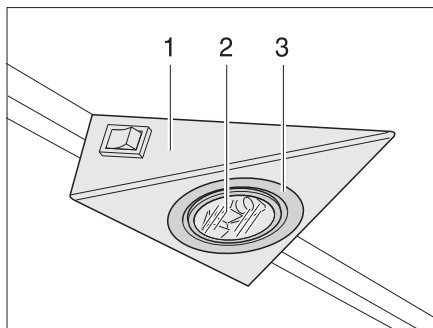

Fig. 179 Lampe halogène encastrée
La lampe halogène est encastrée dans un boîtier (Fig. 179,1).
- Desserrer la bague de recouvrement intérieure (Fig. 179,3) du boîtier avec un tournevis.
- Retirer l'ampoule halogène (Fig. 179,2).